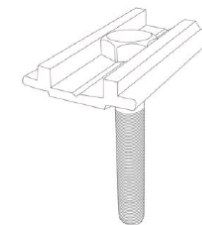

рис. 5
6. Совместите винты с крепежами (рис. 5).